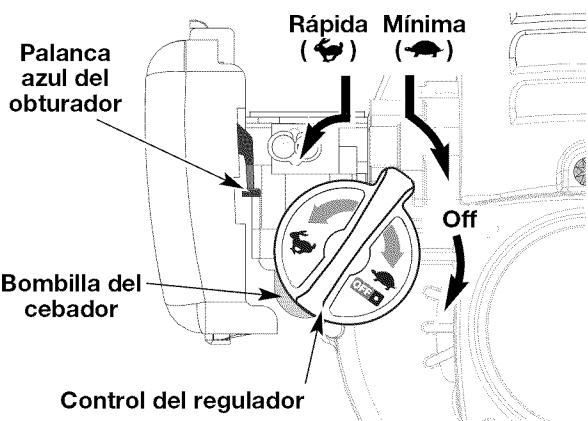
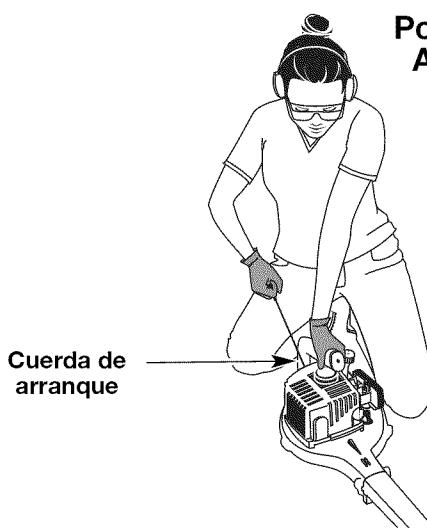

Fig. 2
Fig. 4
ADVERTENCIA: Evite los arranques accidentales. Esté en posición de arranque cuando hale la cuerda (Fig. 4).
4. Ponga la unidad en la posición de arranque (Fig. 4). Coloque el control del regulador en la posición de **RÁPIDA** (☞) (Fig. 2).
1. Para apagar el soplador, mueva la palanca de control del regulador todo hacia la derecha, más allá de la posición de baja en vacío (☞) hasta que sienta un clic. Cerciórese de mover la palanca hasta el retén de la extrema derecha para apagar la unidad (Fig. 2).